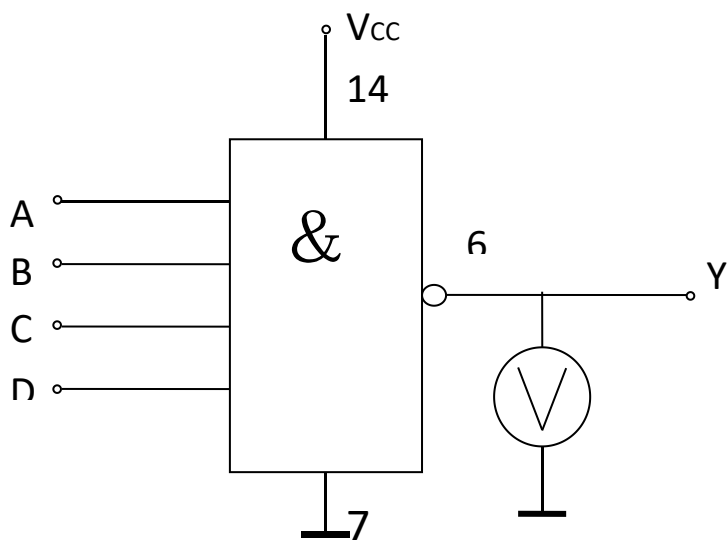

图 5-1
(1) 选 74LS20 一只，按图 5-1 接线。输入端分别接电平开关，输出端接电平显示发光二极管。
(2) 将电平开关按表 5-1 置位，分别测出输出电压值，并将其逻辑状态结果填入表 5-1 中。